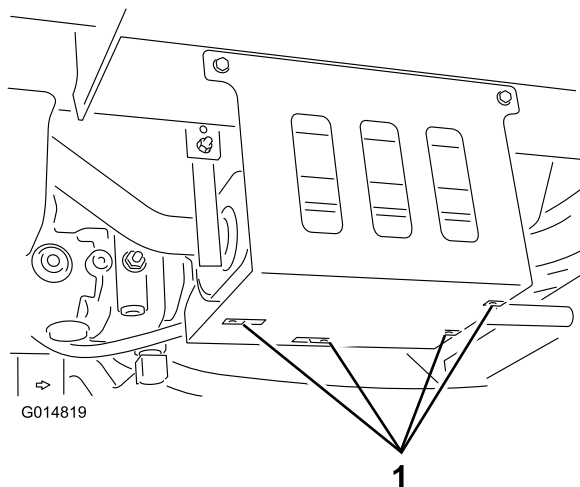

Bild 1
1. Befestigen Sie die vier U-Muttern am Wärmeschutzblech des Auspuffs (Bild 1).